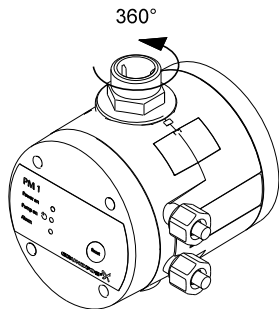

Abb. 1 Drehbarer Abgangsstopfen
Der Abgangsstützen kann um 360 ° gedreht werden. Siehe Abb. 1.
2. Den elektrischen Anschluss je nach Motortyp, wie in Abb. 1 oder 2 auf Seite 11 dargestellt, durchführen.